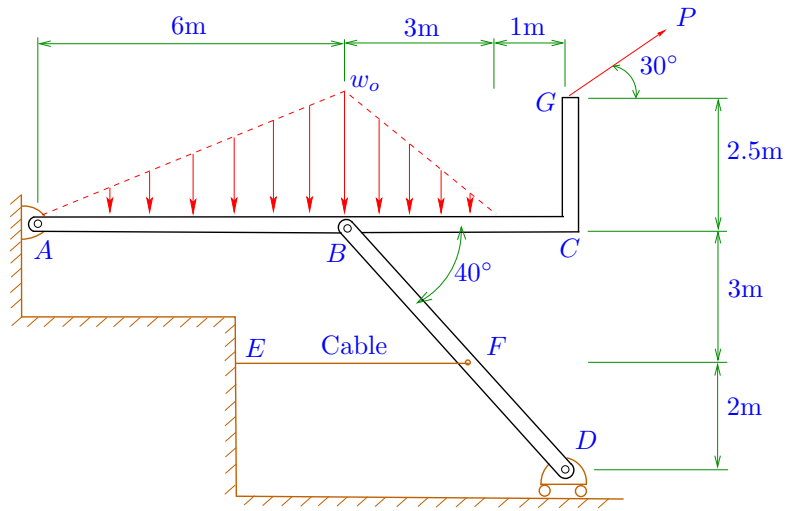

Figura 1: Estructura con cable
1. (20 puntos) Para la estructura que se muestra en la Figura 1 determinar las fuerzas en el cable  $EF$ .